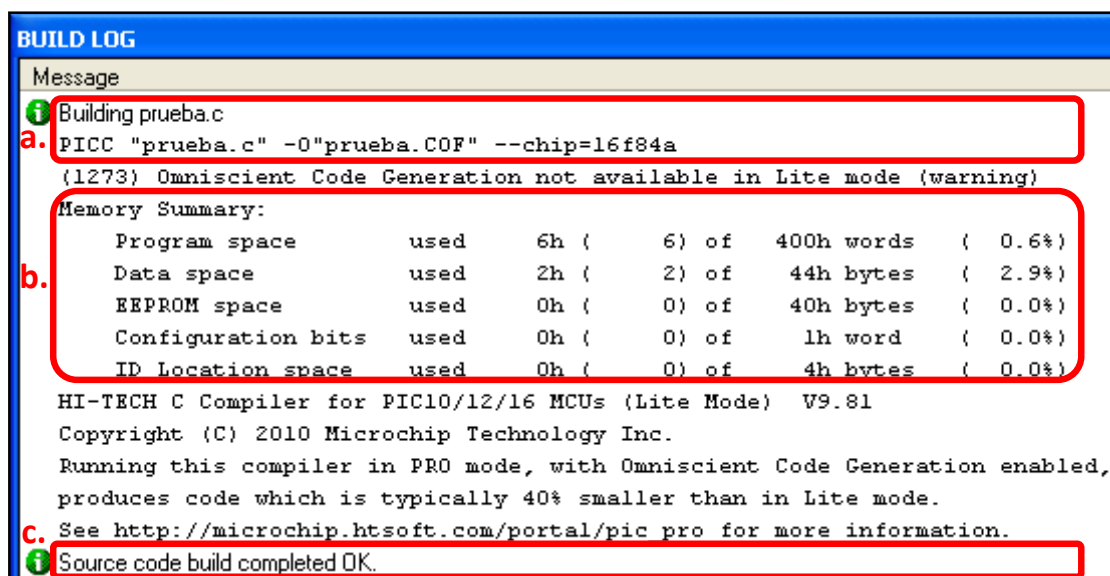

Figura 11.
- i. Compilar el programa (o todos los programas si hay más de un microcontrolador) seleccionando la opción "Source→Build All". Luego de la compilación se muestra una ventana (figura 11) con el resultado de la compilación con las siguientes secciones: